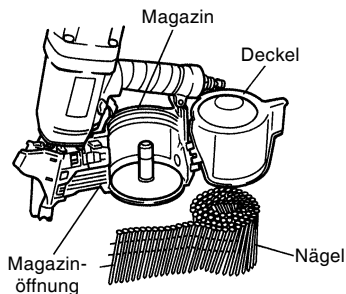

Abb. 4
- Legen Sie die Nägel ins Magazin ein. Die Nägel in das Magazin laden. Wenn zu dieser Zeit der gewickelte Teil der Nägel eingeschoben wird, nachdem er vorher einmal herausgezogen worden ist, kann die nachfolgende Arbeit sehr erleichtert werden. (**Abb. 4**)